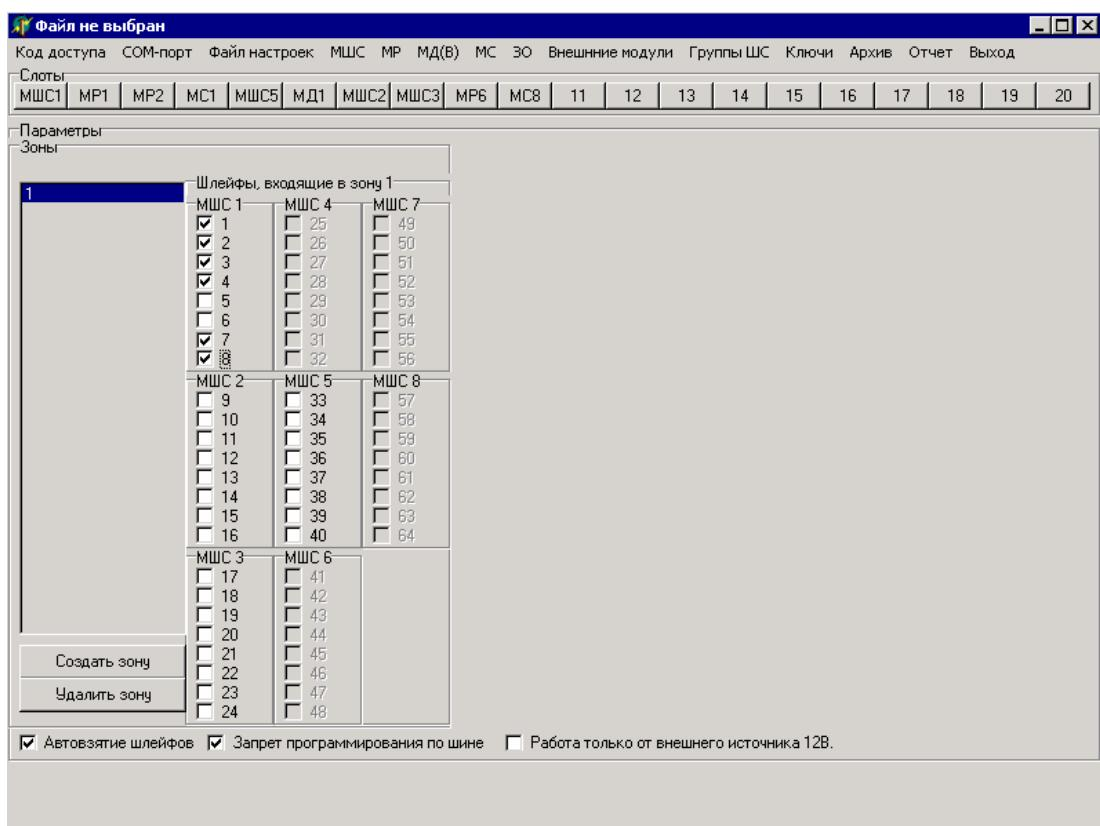

Рис. 13
2.1.5.3 При нажатии командной кнопки «Создать зону» в конце списка зон появляется новая зона (первоначально пустая) с автоматически сформированным порядковым номером. В списке «Шлейфы, входящие в зону» необходимо отметить значком «» те ШС, которые входят в текущую (создаваемую) зону (рисунок 13):